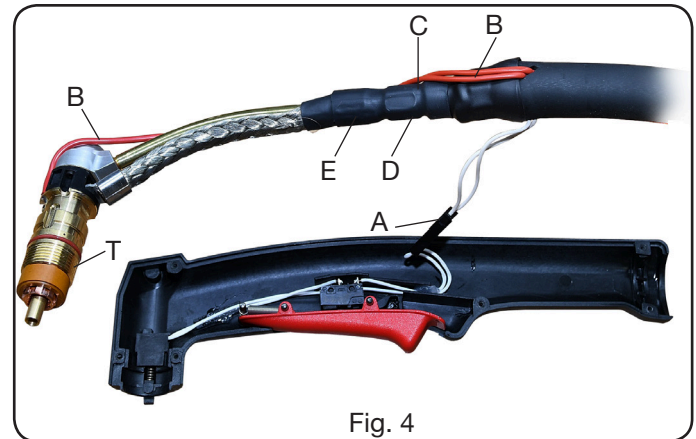
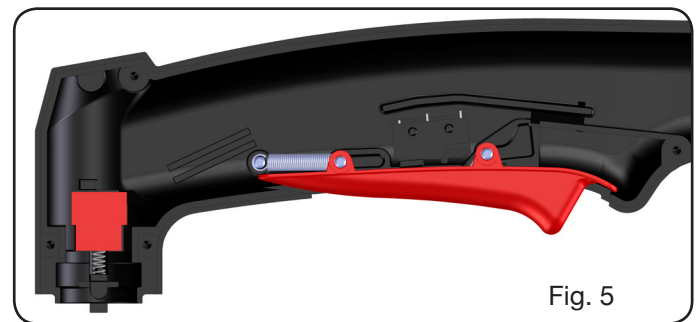

Fig. 4
Fig. 5
- Con referencia a la Fig. 4, elevar el cuerpo soplete **T** con cable y desacoplar la conexión **A** (pulsador) y la conexión **B** (arco piloto) prestando atención a que los componentes del grupo pulsador (véase Fig. 5) permanezcan en la posición original.
- Con referencia a la Fig.4, levantar el cuerpo soplete con cable y desconectar la conexión **A** (pulsador) y la conexión **B** (arco piloto).
- Con referencia a la Fig. 4, elevar el cuerpo soplete con cable y desacoplar la conexión **A** (pulsador).